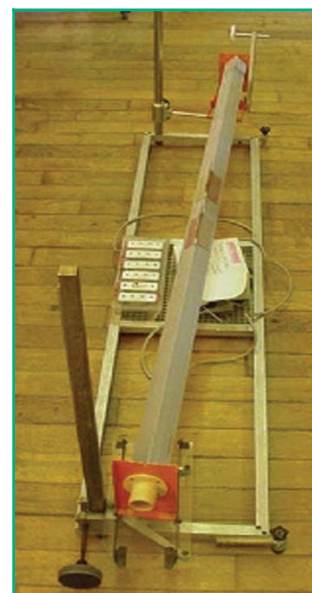

Fig.1 : Oscillateur mécanique sur banc à coussin d'air
Un pendule élastique est disposé horizontalement sur un banc à coussin d'air comme l'indique la figure 1. La masse du solide (S) est  $m = 0.1 \text{ kg}$  et la raideur du ressort est  $k = 20 \text{ N.m}^{-1}$ .